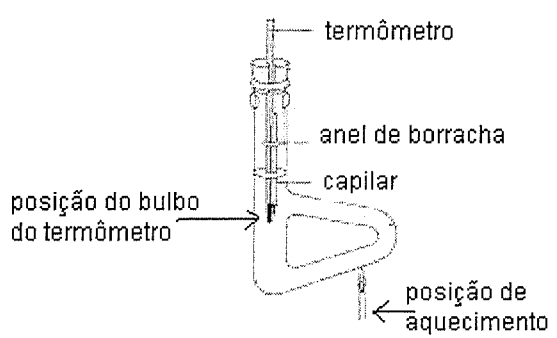

Figura 6.2. Demonstração da posição do termômetro e local de aquecimento no tubo de Thiele.
- Introduzir o sistema (tubo capilar e termômetro) do tubo de Thiele contendo água. O bulbo do termômetro deve ficar na altura da saída do braço lateral do tubo de Thiele, Figura 6.2.